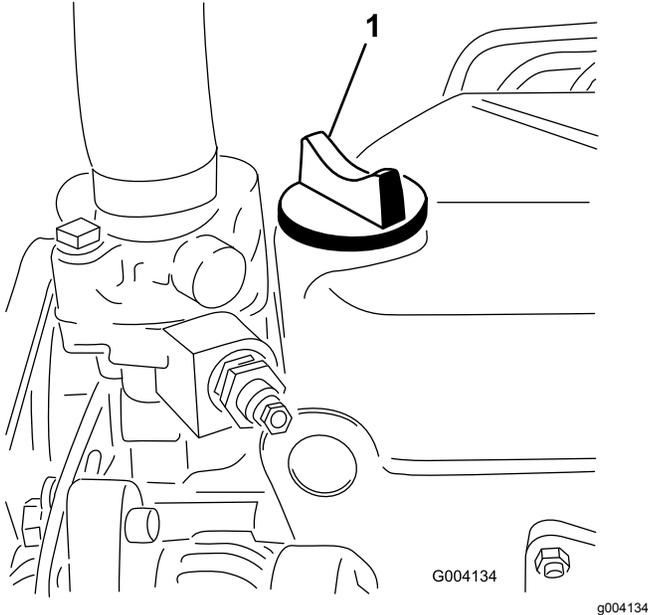

Bild 30
- Wenn der Ölstand unter der VOLL-Markierung liegt, nehmen Sie den Fülldeckel ab (Bild 30) und gießen genug Öl ein, um den Ölstand bis zur VOLL-Markierung am Peilstab anzuheben.